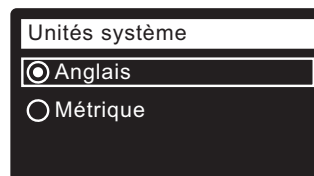

FIG. 20
17. **UNITÉS SYSTÈME** Passez à l'étape 18 si le cercle du système souhaité a déjà un point (cf. Figure 20). Sinon, appuyez sur le bouton BAS (▼) ou HAUT (▲) pour passer au système souhaité, puis sur le sélecteur (O) pour confirmer votre choix.
18. Appuyez sur le sélecteur (O).